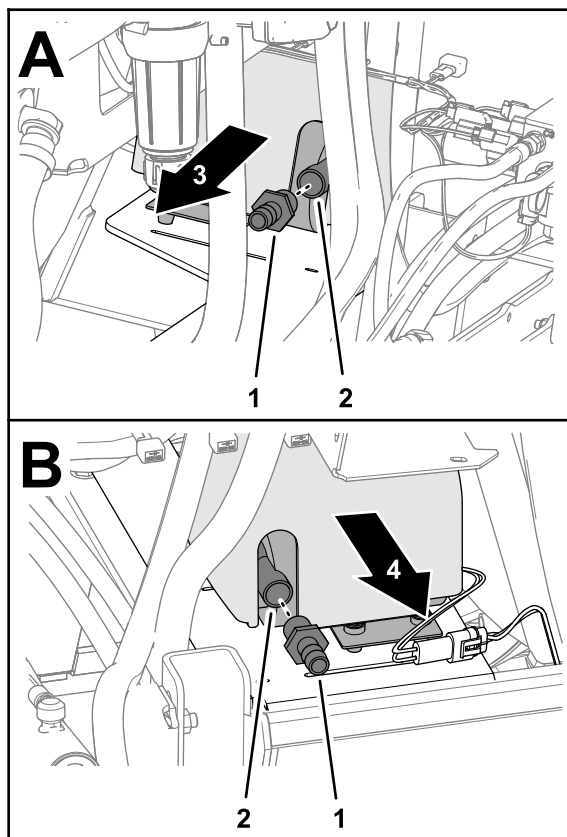

Рисунок 28
2. Установите 2 прямых штуцера типа «елочка» в 2 отверстия насоса промывочного бака (Рисунок 28).